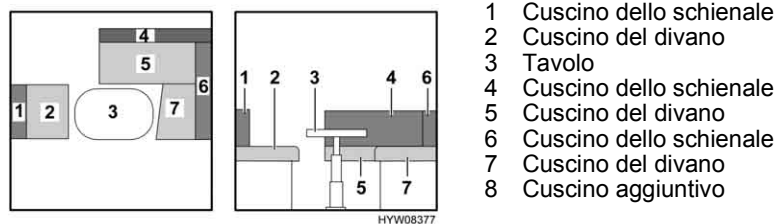

Fig. 42 Prima della trasformazione
- Trasformare il tavolo (Fig. 42,3) in struttura di supporto letto (vedi paragrafo 6.8).